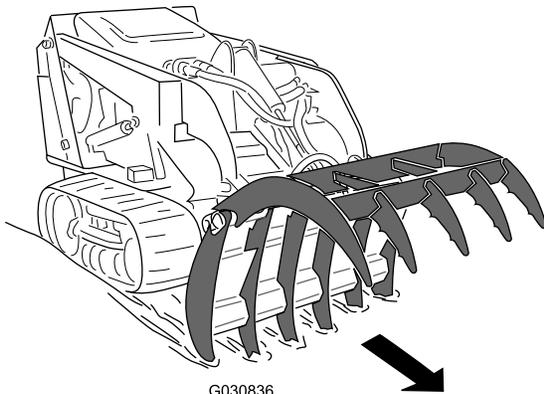

Figura 6
1. Abra las mordazas y baje los dientes de la mordaza inferior hasta el suelo (Figura 6)